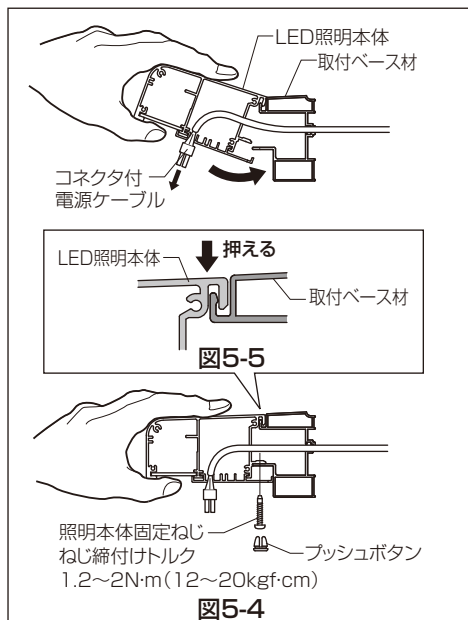

図5-4
- ①コネクタ付電源ケーブルを引き出しながらLED照明本体を取付ベース材に上から引っ掛け、左右均等になるようにして、LED照明本体固定ねじ・プッシュボタンで取付けてください。(図5-4参照)